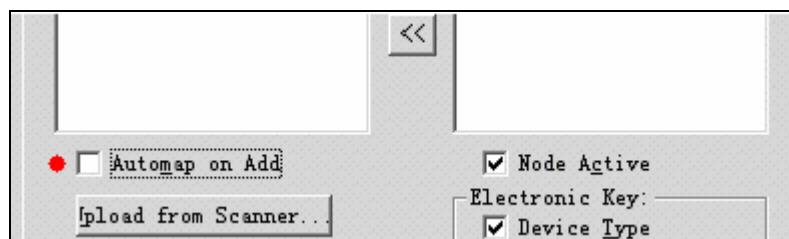

图 4-22 改变自动映象选项
16. 我们在上步中选中了 Automap on Add , 所以我们省略了手动映射输入 / 输出 , 如果我们如图 4-22 所示点击掉 Automap on Add , 如红色标记 , 则我们需要做下面的两步。